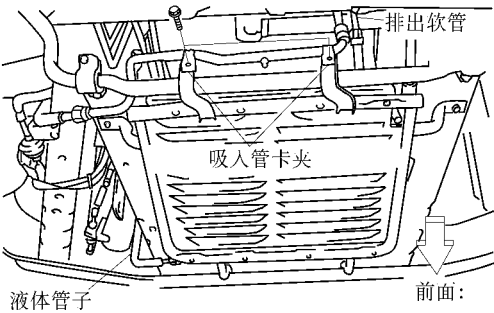

图 19-33 从冷凝器接头脱开液体管子和排出管再拆下吸入管卡夹
- (1) 从制冷系统中排出制冷剂。
- (2) 从蓄电池脱开负极导线。
- (3) 从冷凝器接头脱开液体管子和排出软管，然后再拆下吸入管卡夹，如图 19-33 所示。